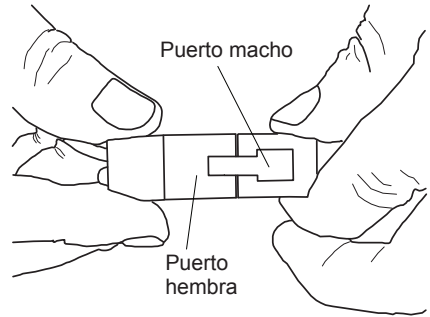

Figura 5 - Conexión del cable del ventilador al conector del cable
5. Inserte el conector del ventilador (puerto macho) en el puerto hembra en el conector del cable. Esto protege la chaqueta en la chimenea (consulte la figura 5).